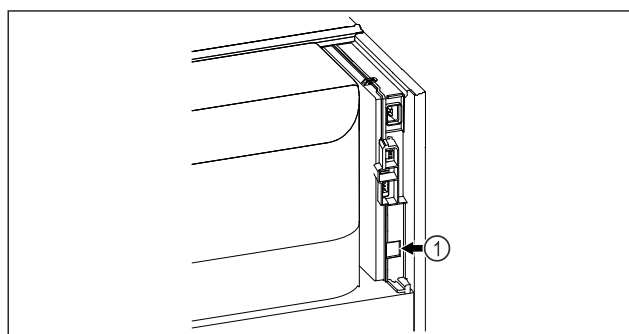

Fig. 180
- ☐ Le SmartModule Fig. 180 (1) est installé.